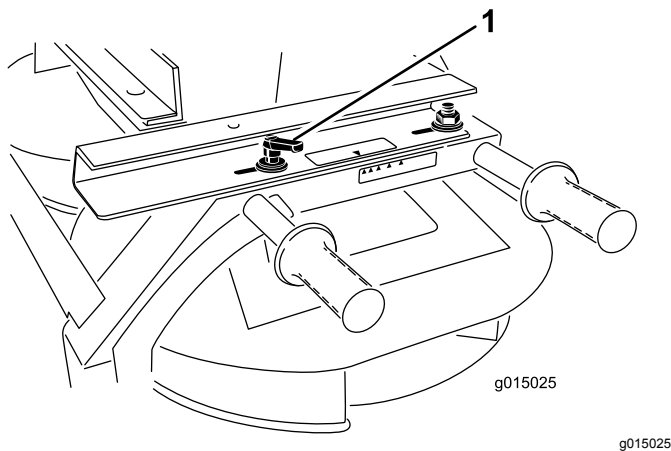

Figure 44
1. Desserrez la poignée de chaque côté du Twin Spinner (Figure 44).